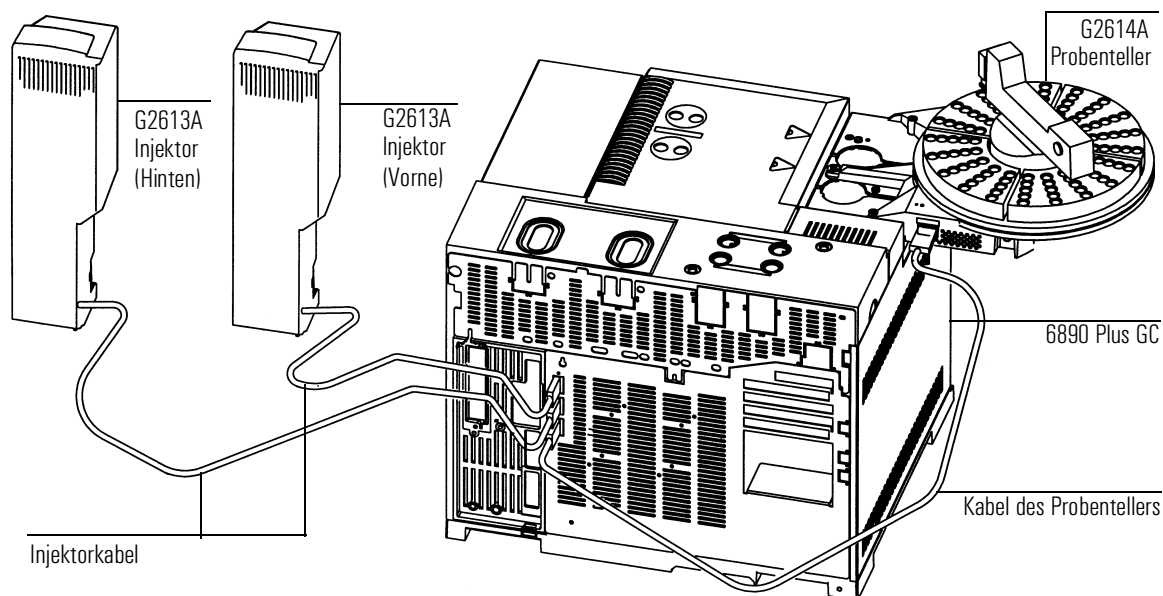
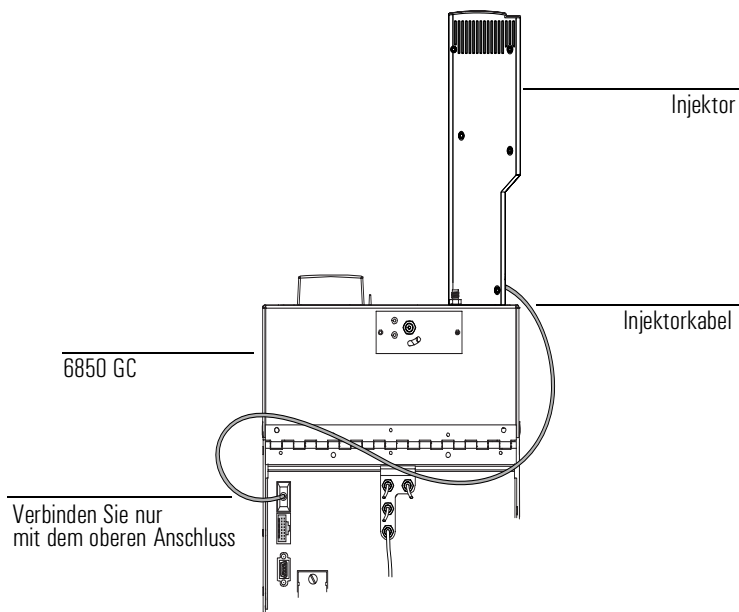

Abbildung 7 Verkabelung des Automatischen Probengebers 7683 mit dem 6890 Plus
Abbildung 8 Verkabelung des Automatischen Probengebers 7683 mit dem 6850
1. Verbinden Sie die Injektoren mit dem GC. Verwenden Sie das Probenstellerkabel mit der Bestellnummer G2614-60610, um den Probensteller mit dem GC zu verbinden. Siehe Abbildung 7 oder Abbildung 8.